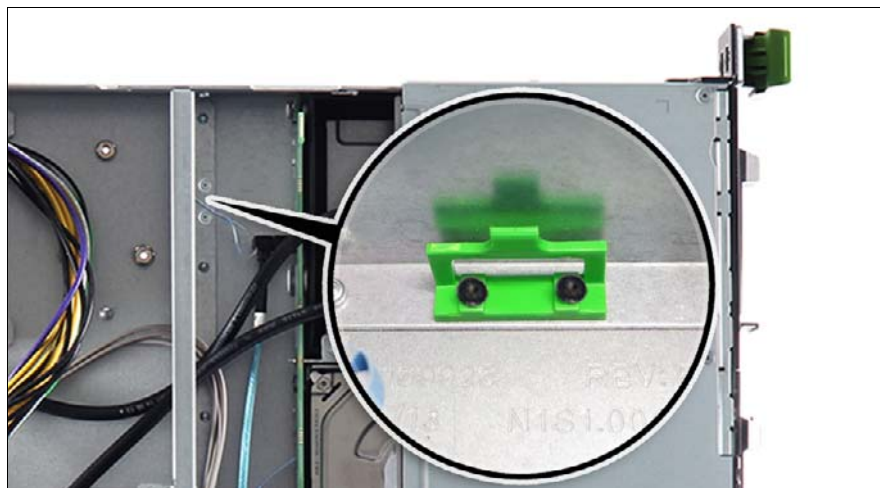

図 161: ファンブリッジ上の ODD ラッチの例
- ▶ 2 本のネジを取り外して、ODD ラッチをファンブリッジから取り外します（図 161 を参照）。
- ▶ 2 本のネジで ODD ラッチをファンブリッジに固定します (図 161 を参照)。